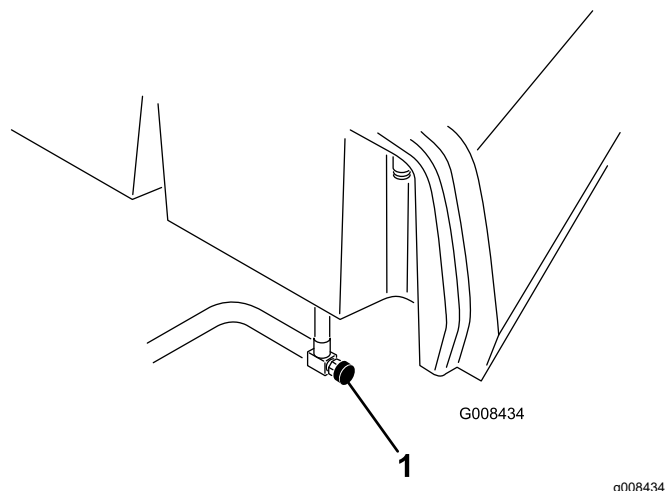

Figura 35
1. Închidei ventilul de închidere combustibil (**Figura 35**) de sub rezervorul de combustibil.